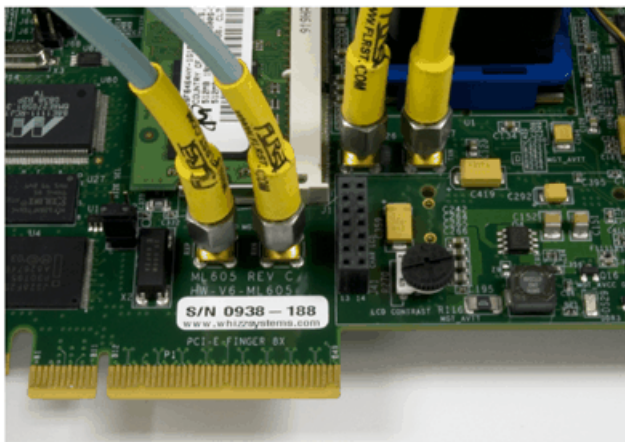

図 1 : SMA ケーブルの接続
- b. もう 1 本を J29 から J27 に接続ボードのコネクターの位置は 図 1 のようになります。